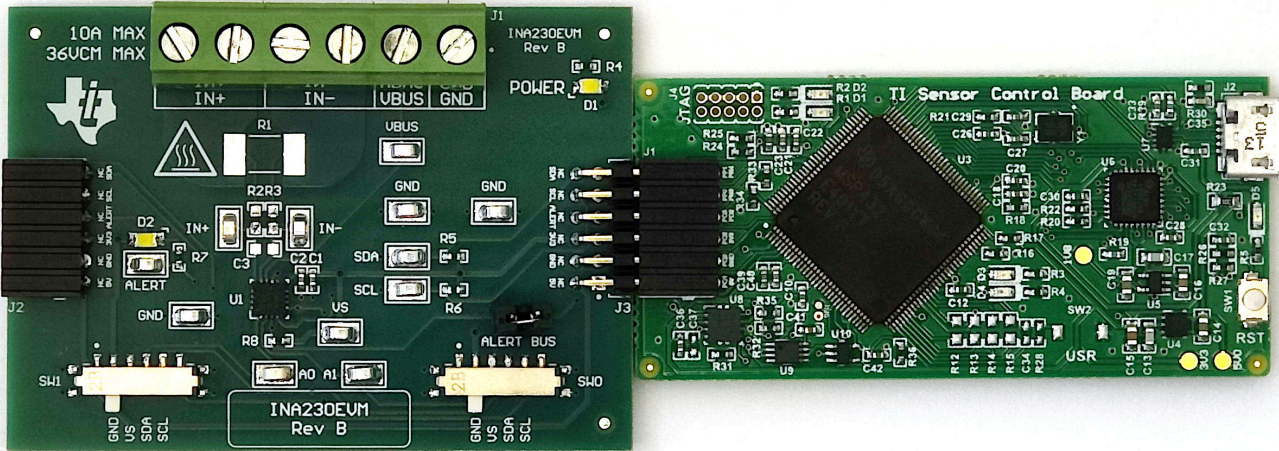

图 2-1. EVM (左) 连接到 SCB 控制器 (右)
- 如图 2-1 所示，将 EVM 连接到 SCB 控制器。
若要将 EVM 和 SCB 控制器 (单独销售) 搭配使用, 如 图 2-1 所示连接 EVM。